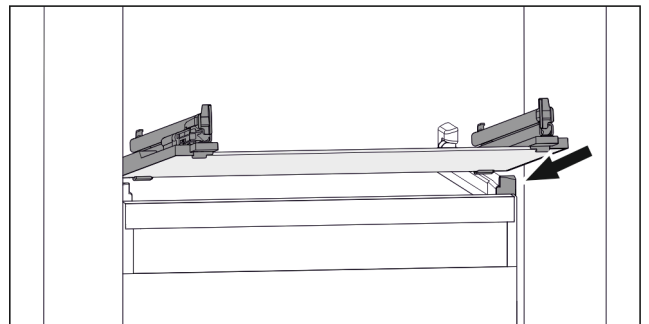

Fig. 51 Representación de la placa de vidrio a modo de ejemplo
- ▶ Coloque la placa de vidrio inclinada detrás de los topes. (consulte Fig. 51)